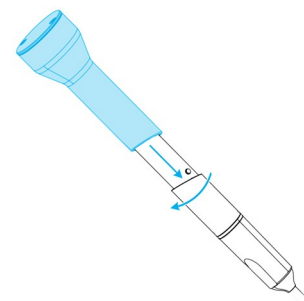

Figura 9: Uso de la funda de comprobación de integridad
5. Coloque la funda de comprobación de integridad sobre la pieza de mano (*consulte Figura 9: Uso de la funda de comprobación de integridad, p. 22*).